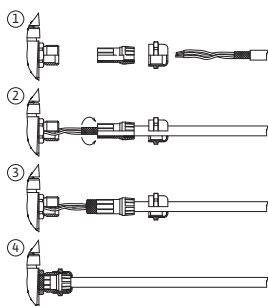

Fig. 25: Varjestuskate
Varjestus ühendatakse kaabliläbiviiguga elektroonikamoodulile. Vt Fig. 25.
Digisisendite, analoogsisendite ja siinikommunikatsiooni kaablid tuleb varjestada metallkaabli läbiviigu keermeühendusega (Fig. 19, pos. 4, 5 ja 6). Varjestuse kohta vaadake Fig. 25.
1. Avage konksud (Fig. 25) ettevaatlikult tööriista (nt kruvikeeraja) abil.